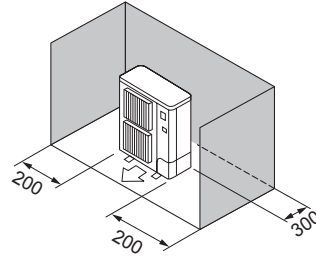

Fig. 2-5
- ③ Hindernisse auf der Rückseite und auf beiden Seiten (Fig. 2-5)